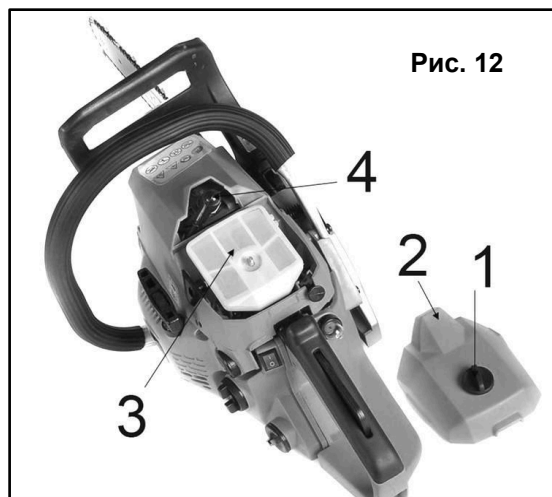

Рис. 12
- Отверните винт - фиксатор крышки воздушного фильтра (1) (См. Рис. 12).
- Снимите крышку воздушного фильтра (2)
**Обслуживание свечи зажигания (См. Рис. 12):**
- Отверните винт - фиксатор крышки воздушного фильтра (1)(См. Рис. 12).
- Снимите крышку воздушного фильтра (2).
- Снимите воздушный фильтр (3).
- Отсоедините высоковольтный провод от свечи зажигания (4), для этого его понадобится потянуть, и выкрутить.